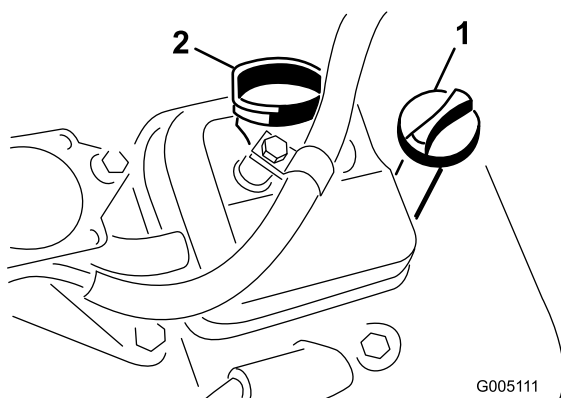

Figura 25
3. Aparafuse a vareta no tubo e certifique-se de que se encontra completamente introduzida (Figura 25).